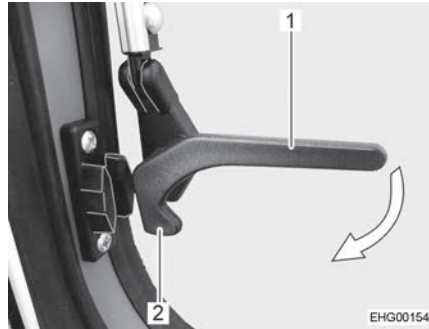

Bild 40 Låsarm, i sidan (i läget "öppet")
- Sväng låsarmarna i sidorna (Bild 40,1) en kvarts varv mot fönsterkarmen tills låsspaken (Bild 40,2) hakar fast.